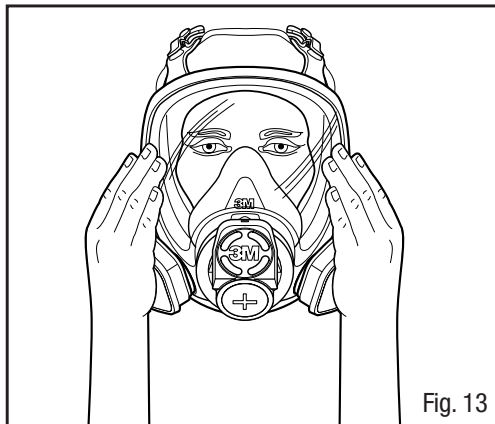

Fig. 13
1. Placer les paumes de la main sur la surface de la cartouche ou sur la zone ouverte du dispositif de retenue de filtre 501 3MMC et inhaler doucement. Si le masque s'affaisse légèrement, qu'il se resserre sur le visage et qu'on ne détecte aucune fuite d'air entre le visage et le masque, l'ajustement est bon (Fig. 13).